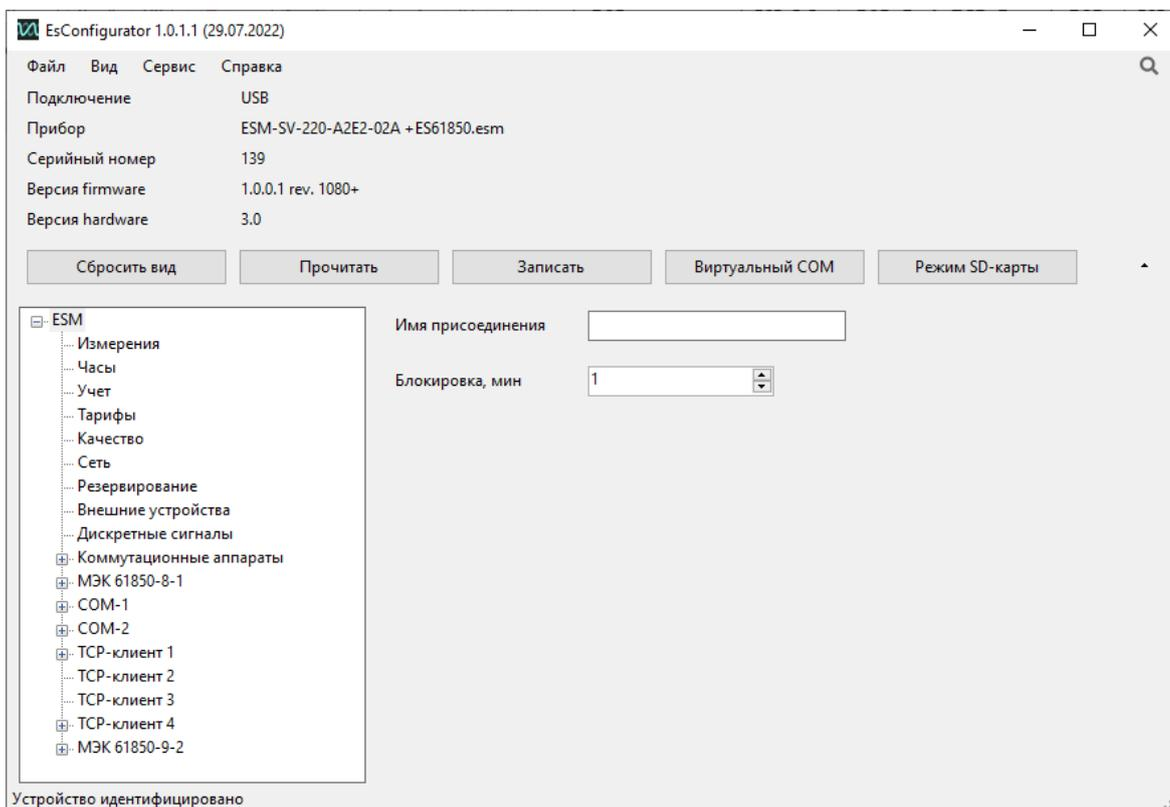

Рисунок 7.1. Идентификация многофункционального измерительного устройства ESM
7.1.2 После выбора способа подключения, уровня доступа и нажатия кнопки «Идентифицировать» окно будет выглядеть следующим образом (рис. 7.1):